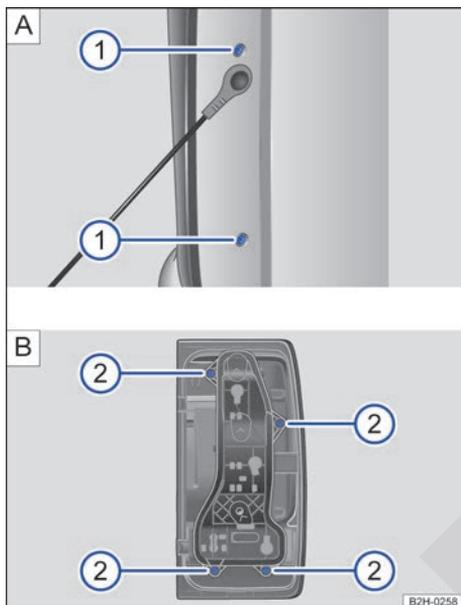

Fig. 195 **A** En el lateral de la superficie de carga: desmontar el grupo óptico trasero. **B** Soltar el portalámparas.
3.	Desenrosque los dos tornillos de estrella → fig. 195 ① A con el destornillador de las herramientas de a bordo.